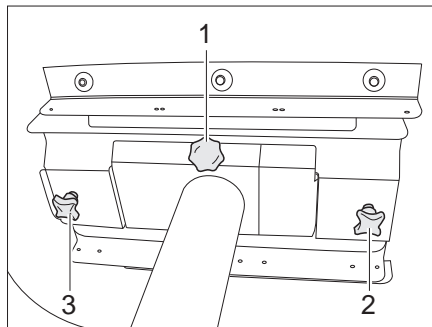

Fig. 99 Table fixe (vue de dessous)
- Dévisser les vis de fixation (Fig. 99,2 et 3).
- Dévisser la vis de fixation (Fig. 99,1).
- Desserrer les vis moletées (Fig. 99,2 et 3).